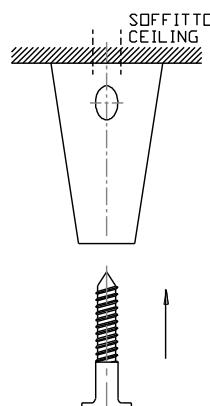
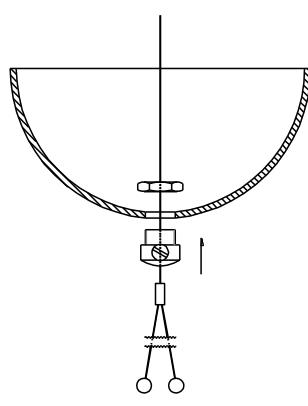
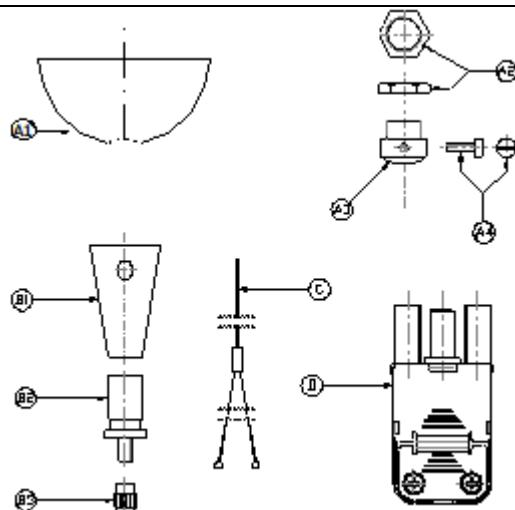

Figura 4 - Figure 4
Figura 5 - Figure 5
Figura 2 – Figure 2
- Fissare con delle viti M5 (non in dotazione) i componenti B1 (figura 2) ai tasselli, come illustrato in figura 4.
- Inserire la fune a Y (indicata come C in figura 2) attraverso gli elementi A3, A2 e A1 (come in figura 5) avvitandoli tra loro. Infilare gli elementi B3 e B2 nella fune a Y e avvitarli tra loro fino a bloccare lo scorrimento della fune all'altezza desiderata.
- 2 calotte (A1) con il relativo sistema di fissaggio (A2, A3 e A4 in figura 2).
- 2 dispositivi per il fissaggio a soffitto e per la regolazione dell'altezza dal suolo della plafoniera, composti da tre elementi (B1, B2 e B3 in figura 2).
- 2 fili a Y con finale a sfera per il fissaggio a soffitto (C in figura 2).
- 1 spina a connettore per il collegamento elettrico (D in figura 2).